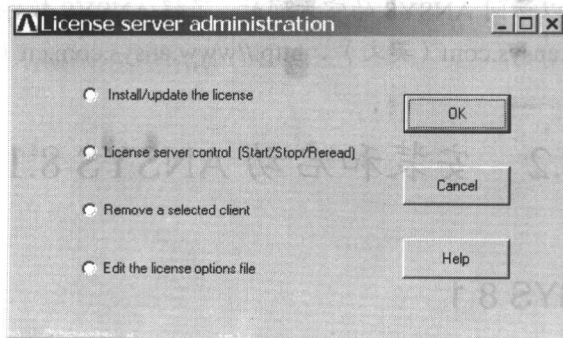

图 1.2 【License server administration】对话框
(7) 弹出如图 1.2 所示的【License server administration】对话框，选择【Install/update the license】项，单击【OK】按钮。